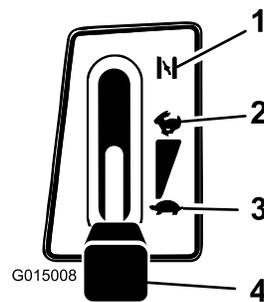

Figura 10
- Spostatela la leva dell'acceleratore su Starter (Figura 10).
- Quando il motore è acceso, spostate lentamente la leva dell'acceleratore in posizione Fast (Figura 10). Se il motore si arresta o esita, tirate indietro la leva dell'acceleratore su Starter per alcuni secondi, quindi portatela alla massima (Fast). All'occorrenza, ripetete l'operazione.
- Spostatela la leva dell'acceleratore in posizione Fast (Figura 10).